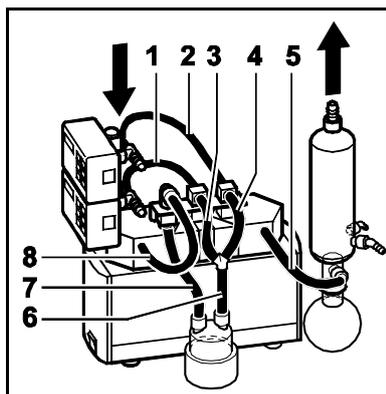

Fig. 19: collegamenti flessibili sistema SCC
1. Inserire il controllore di vuoto smontato (2) nella scanalatura del nuovo stativo (16) e fissarlo con il bloccaggio.
2. Inserire l'elemento di fissaggio dello stativo nella guida scanalata laterale del basamento (17) rivolta verso l'alto.
5. Inserire due valvole di vuoto (6) supplementari nella scanalatura dello stativo trasversale e fissarle con il bloccaggio.
6. Eseguire i collegamenti flessibili del sistema (fig. 19).